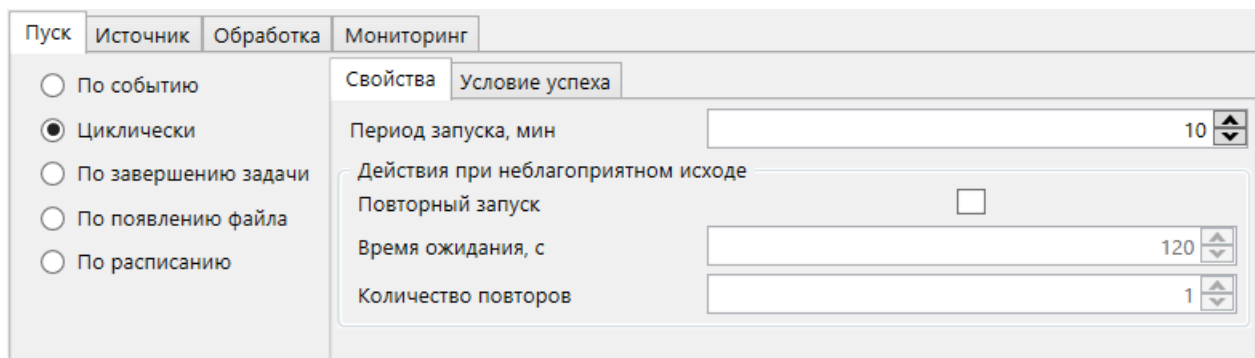

Рисунок 215 – Режим запуска обработчика файлов «Циклически»
– «Циклически». Запуск обработчика файлов выполняется периодически. Настройка периода запуска обработчика файлов и повторный запуск выполнения обработчика файлов по условию успеха (таблица 110, описание группы параметров «Действия при неблагоприятном исходе») выполняются в подразделе **Свойства** режима запуска «Циклически» (рисунок 215). Условие успеха выполнения обработчика файлов настраивается в подразделе **Условие успеха** режима запуска «Циклически»;